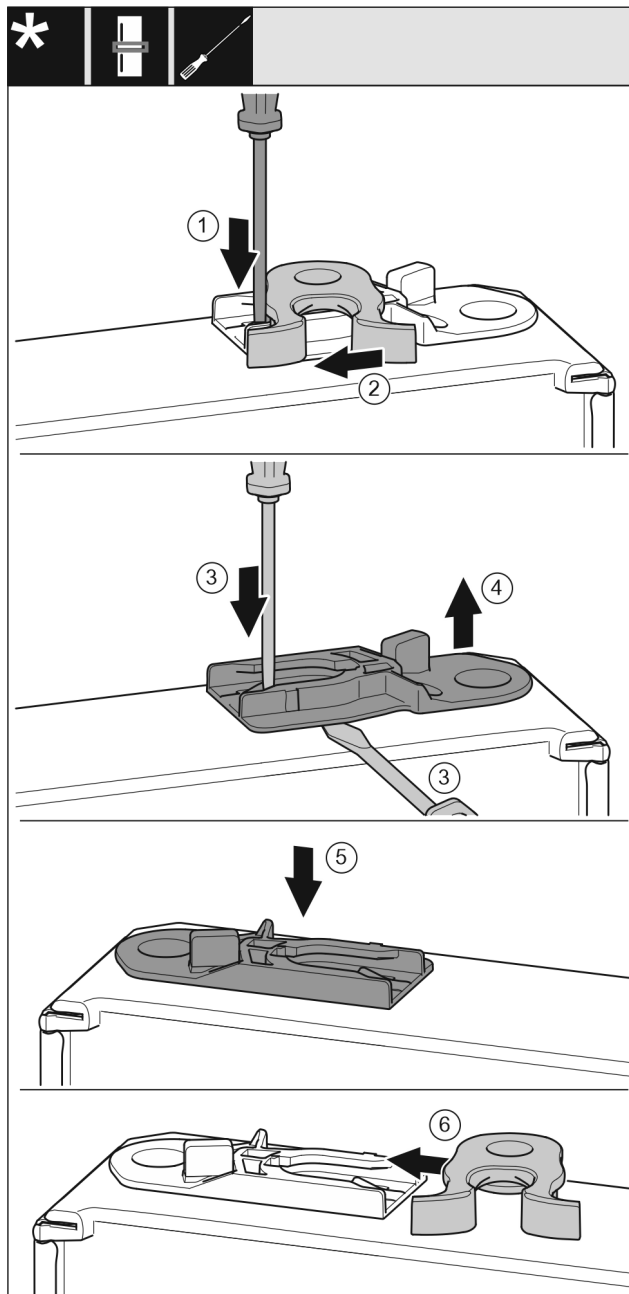

Fig. 19
- Plochým šroubovákem přitlačte lamelu Fig. 19 (1) dolů.
- Vytáhněte petlici Fig. 19 (2) z vedení.
- Vytáhněte vodící pouzdro Fig. 19 (3, 4): Stiskněte jazýček šroubovákem a současně plochým šroubovákem zajedte pod vodící pouzdro.
- Vodící pouzdro Fig. 19 (5) přiložené v příslušenství zasuňte na druhé straně pláště.
- Petlici Fig. 19 (6) zasuňte do vedení.